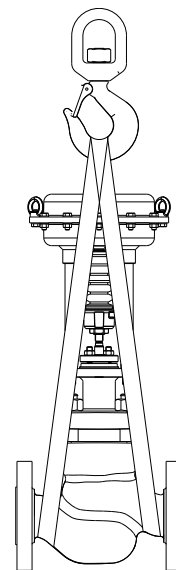

Bild 1: Hebezeug
- Zum Heben des Ventils ist geeignetes Hebezeug zu verwenden. Dieses sollte wie in Abbildung 1 am Ventilkörper und nicht an Spindel oder Antriebsaufbau befestigt werden. Es ist sicherzustellen, dass das Stellventil gegen Sturz, Umschlagen und Verrutschen gesichert ist.